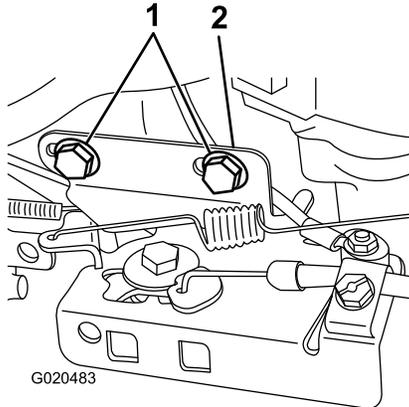

Figura 35
1. Afloje los 2 pernos que sujetan el soporte del cable y deslícelo todo lo posible hacia la izquierda, luego apriete los 2 pernos (Figura 35).